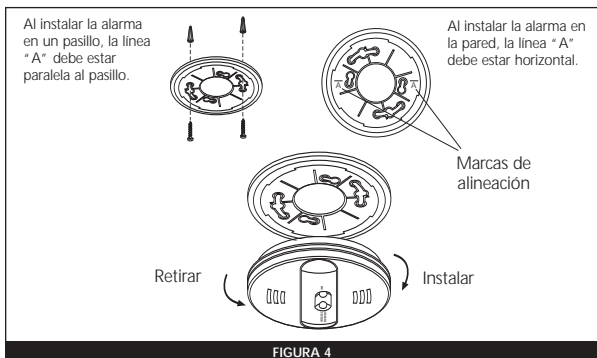

FIGURA 4
3. Después de seleccionar la ubicación adecuada para la alarma contra humo, como se describe en la Sección 1, conecte la placa de montaje al cielo raso como se muestra en la Figura 4. Para instalar la alarma en la pared, consulte la Figura 4. Coloque la placa de montaje en la pared. Asegúrese de que la línea "A" esté horizontal. Use los tornillos y anclajes que se proporcionan para fijar la placa de montaje en su lugar (use una broca de 3/16 de pulg. para hacer los orificios para los anclajes).
Para reemplazar la batería, retire la alarma de la placa de montaje girándola en la dirección de la flecha “OFF” en la cubierta (consulte la Sección 3, Figura 4).